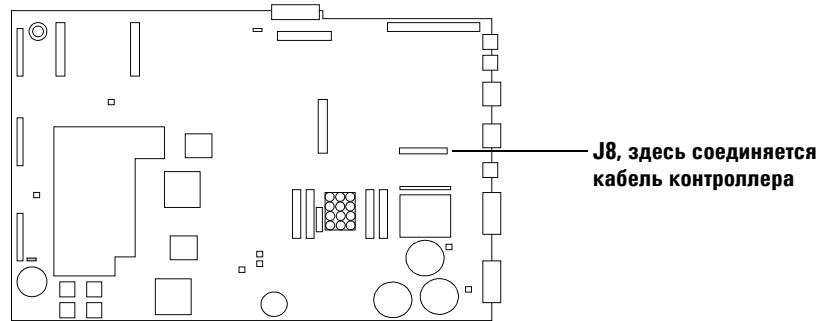

Рис. 36 Основная плата ГХ
- 9** Соедините кабель печатной платы контроллера, № детали G2612-60510, с основной платой в J8 и платой интерфейса ALS в P5. Проведите кабель через вырез в основной плате (Рис. 34 и Рис. 36).